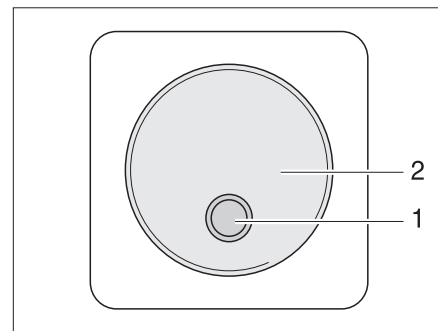

Fig. 165 Commutateur externe
- II "Remo." = l'appareil peut être mis en service et hors service avec le commutateur externe (Fig. 165,1).
Le commutateur externe pour l'onduleur (Fig. 165) se trouve dans l'espace intérieur du véhicule, par exemple dans la zone d'entrée. Le commutateur est identifié par l'inscription "Onduleur". La DEL (Fig. 165,1) montre l'état de fonctionnement de l'onduleur.